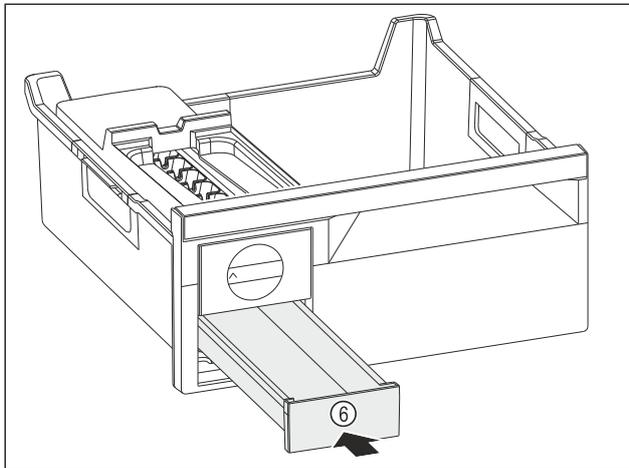

Fig. 121
- ▶ Eiswürfelschieber Fig. 121 (6) einschieben.